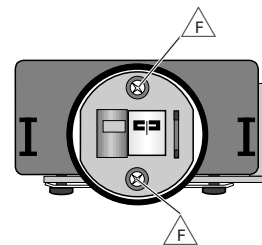

Fig. 37b
- 2 Schrauben  $\triangle_F$  (Fig. 37b) herausdrehen und den Tonkopf entnehmen.
- Undo 2 screws  $\triangle_F$  (Fig. 37b) and take off the sound head.